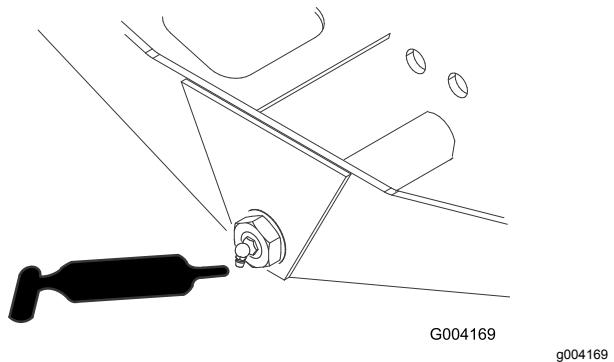

Figura 32
- Articulação do direção do eixo (1 cada) – Figura 32